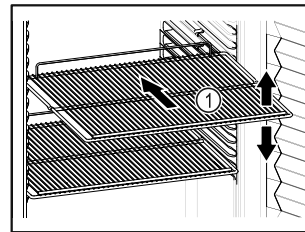

Fig. 56 Exempel
- Om gallren Fig. 56 (1) kan flyttas om ska de anpassas på höjden.